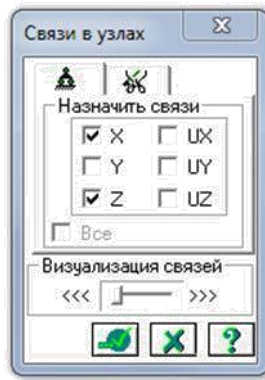

Рис.3.8. Диалоговое окно Связи в узлах
- С помощью пункта меню Схема  Связи (кнопка  на панели инструментов) вызовите диалоговое окно Связи в узлах (рис. 3.8). В этом окне с помощью установки флажков отметьте направления, по которым запрещены перемещения узлов (X, Z).